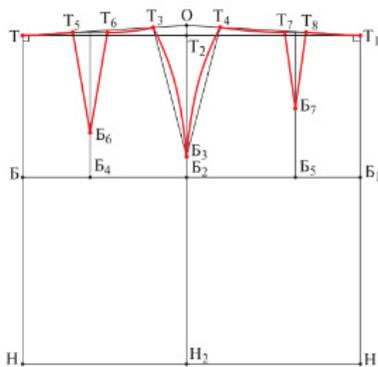

Рис. 6.39. Окончательное построение чертежа прямой юбки
10. Окончательная линия талии оформляется вогнутой линией после закрытия вытачек так, чтобы в точках T и T_1 получился прямой угол (рис. 6.39).